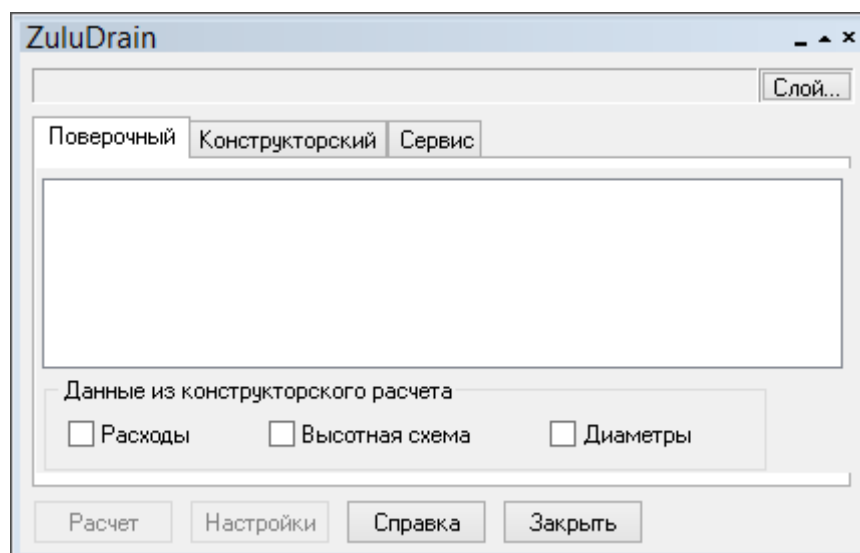

Рисунок 86. Панель расчетов
1. Выполните команду главного меню *Задачи\ZuluDrain* или нажмите кнопку  на панели инструментов. На экране появится панель расчетов (Рисунок 86. «Панель расчетов»).